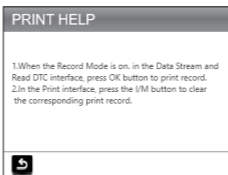

図 9.1.4
4. [ヘルプの印刷] (図 9.1.4) を選択し、[OK] を押して、テストレポートの印刷説明を検査します。